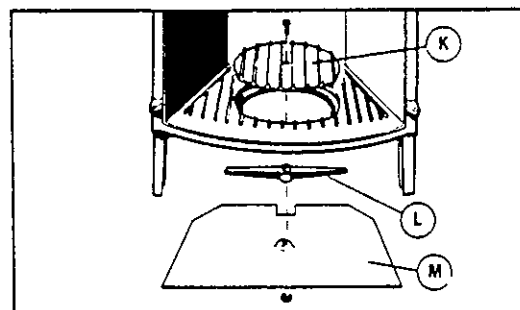

Fig. 6
## MONTAGE DE LA PLAQUE ISOLANTE (Fig. 6)
1. Enlever le couvercle K (Fig. 6). Mettre le joint dans son logement. Mettre en place l'enveloppe Q du cendrier et la solidariser à la plaque de source au moyen des 3 vis comme indiqué sur le détail. Mettre en place le panier à cendres R.